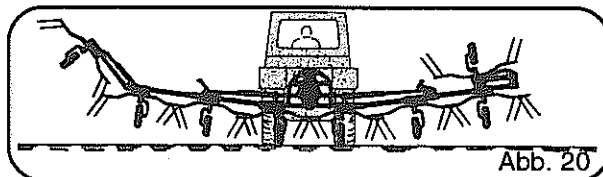

Abb. 20
4. Maschine mittels hydr. Druck in Arbeitsstellung schwenken, wie Abb. 20 es zeigt.